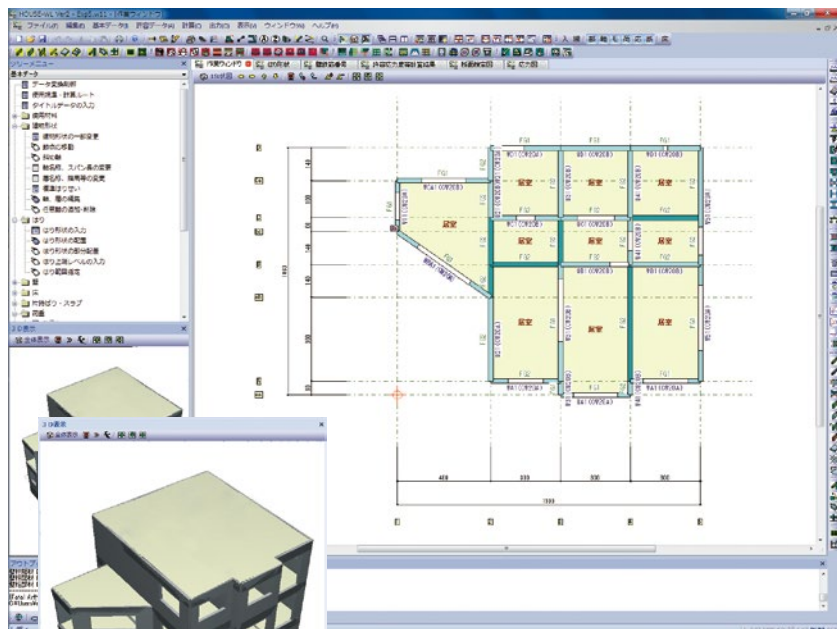

図1 伏図表示例
- ・地上3階建て以下で、かつ軒の高さが20m以下の壁式鉄筋コンクリート構造を扱います(図1)。地下階、塔屋階はそれぞれ1階まで取り扱います。グリッド上の平面形を基本としますが、フレーム軸の傾斜や中折れのある建物も取り扱うことが可能です。不整形な建物の場合でも、グリッドとは別にグリッドを斜めに結ぶ任意の通り軸を設けることができますので、無理なモデル化をせずに入力できます。